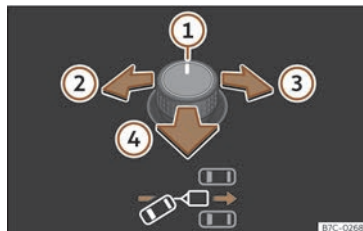
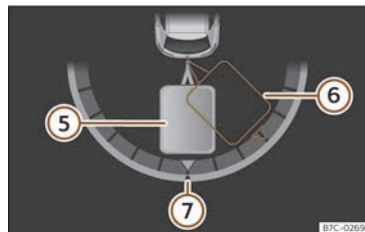

Fig. 141 Mando giratorio de los retrovisores exteriores: ajustar el ángulo del remolque.
Fig. 142 Pantalla del cuadro de instrumentos: dar marcha atrás.
Leyenda de la >>> **fig. 141**, >>> **fig. 142**:
- Bascule el mando giratorio hasta alcanzar la dirección deseada >>> **fig. 141**. En la pantalla del cuadro de instrumentos aparece a modo de orientación una representación del conjunto vehículo tractor y remolque en la posición actual >>> **fig. 142**.